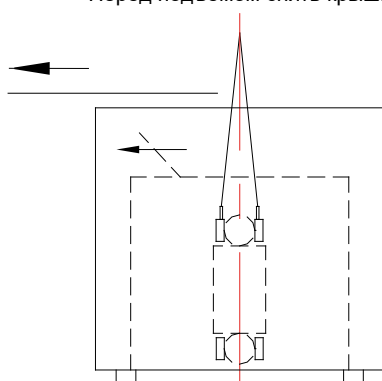
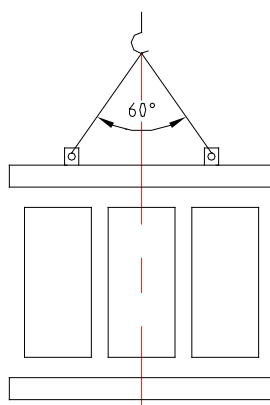

Рисунок 1
Рисунок 2
5.3 Четыре места на нижней поверхности упаковки активной части трансформатора отмечены надписями «Поднимать здесь» (Lift here). Прежде чем приступить к извлечению трансформатора из упаковки, необходимо снять крышку упаковки и верхнюю часть кожуха трансформатора. Для подъема трансформатора следует использовать подъемные проушины на корпусе трансформатора (см. рисунок 1); при отсутствии упаковки или подъеме трансформатора из упаковки следует поднимать трансформатор за все подъемные проушины, имеющиеся на его корпусе (см. рисунок 2); угол между тросами не должен превышать 60 градусов. Если высота подъема ограничена и невозможно выдержать угол в 60 градусов, необходимо использовать подъемную траверсу.